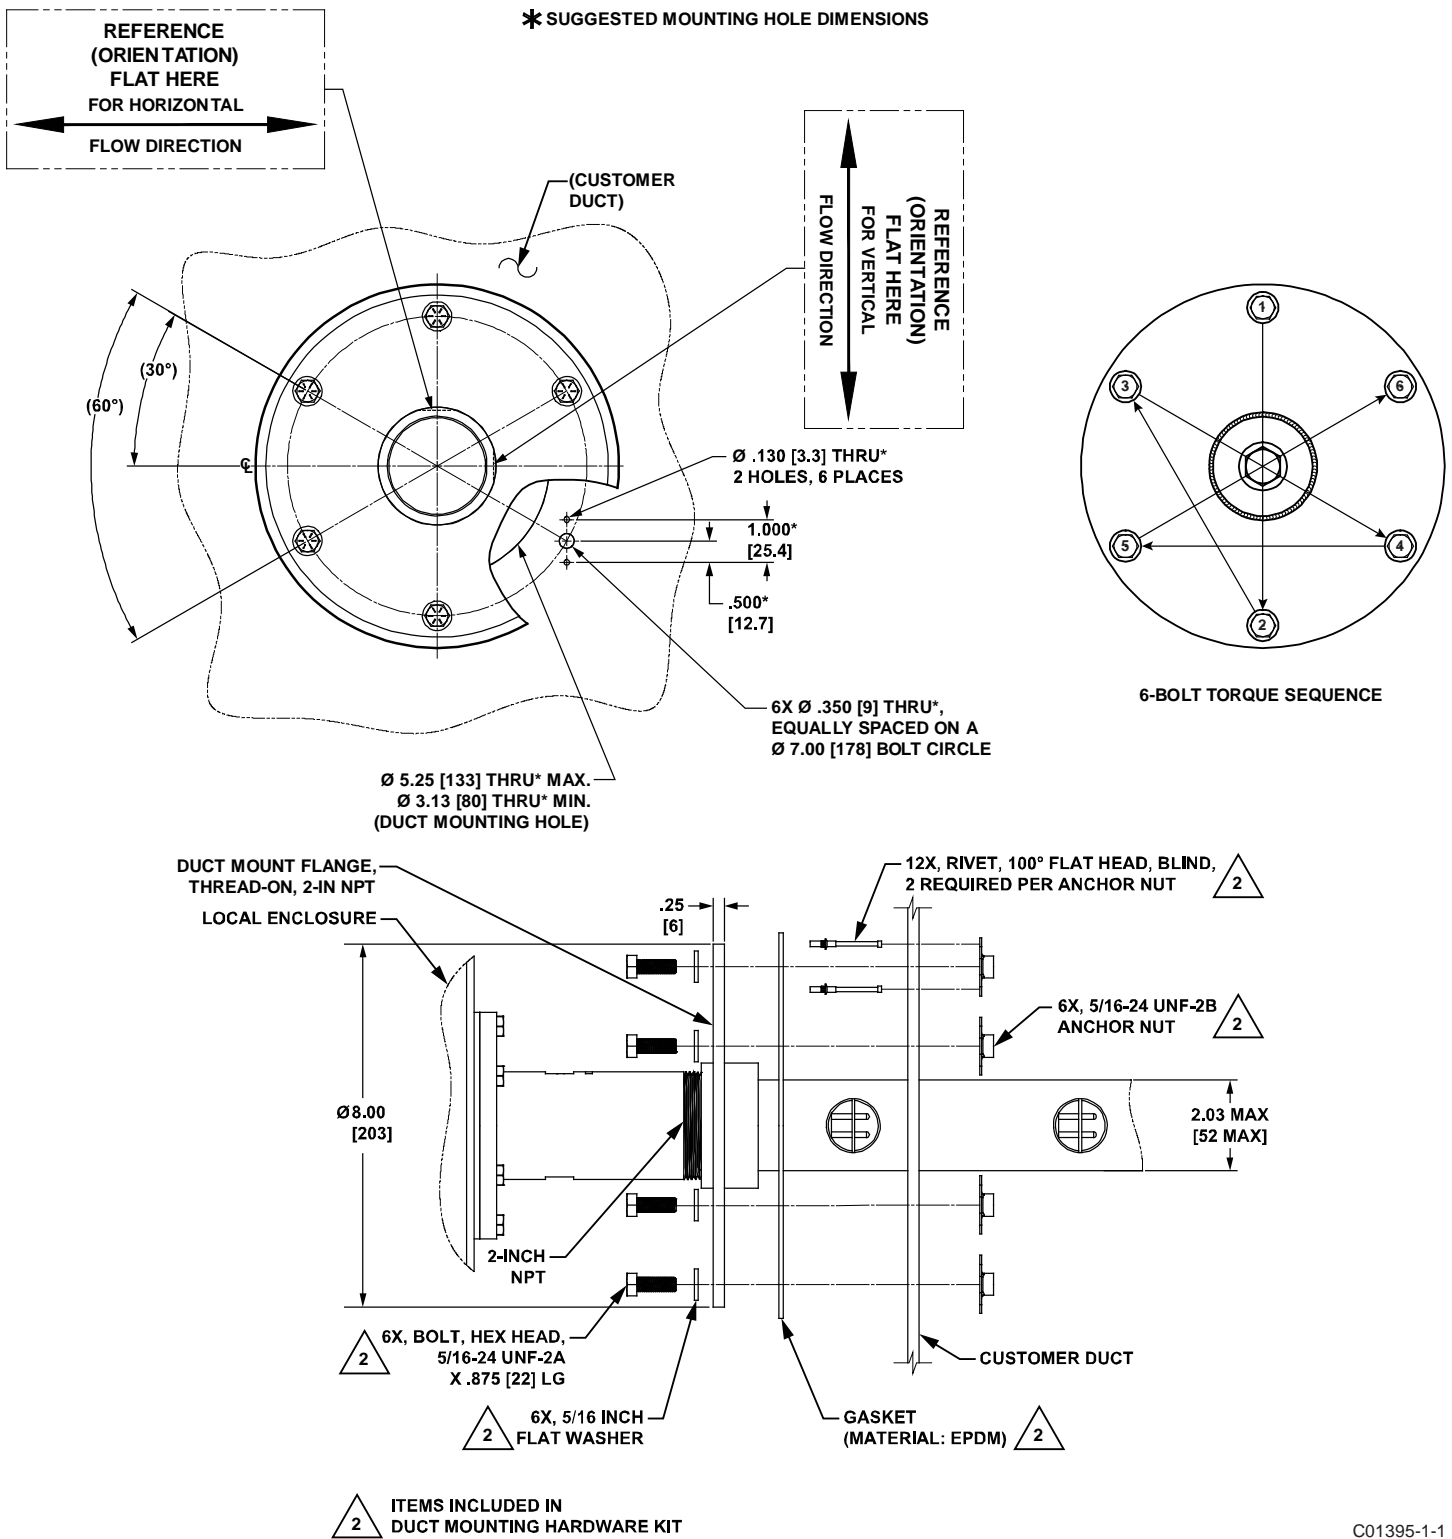

Figure 4 – Montage à bride de conduit, dimensions et matériel de montage
1. Le placement exact de l'élément de débit est généralement déterminé au moment de la commande. Utiliser le modèle de trou et les tailles de trous indiqués dans la Figure 4 à la page 11 pour le perçage des trous de la bride de montage de l'élément de débit sur le conduit. Sur le côté opposé du conduit, utiliser le modèle de trous et les tailles de trous indiqués à la Figure 5 à la page 12 pour le perçage des trous pour le support d'extrémité de l'élément de débit sur le conduit.
4. À l'aide du kit de montage à bride de conduit fourni, installer l'élément de débit sur le conduit de procédé tel qu'illustré dans la Figure 4. En utilisant la séquence de couple de boulons en étoile illustrée à la Figure 4, serrer progressivement les boulons de fixation de la bride du conduit (6 pièces. 5/16-24UNF x 0,875 lg) avec un couple de serrage final de 13,6 Nm.
5. Une fois l'extrémité de la colonne de l'élément de débit insérée dans le manchon de support d'extrémité, placer sans serrer le boulon de 2 po 1/2-13UNF x (inclus dans le kit de montage du support d'extrémité en option) dans le manchon de support d'extrémité tout en enfonçant la colonne de l'élément de débit (voir la Figure 5). (Remarque : Utiliser la méthode d'installation de substitution faisant appel à une plaque de renfort si les écrous d'ancrage fournis ne sont pas adaptés à l'application.) En utilisant la séquence de couple de boulons en étoile illustrée à la Figure 4, serrer progressivement les boulons de fixation du support d'extrémité (6 pièces. 5/16-24UNF x 1,0 lg) avec un couple de serrage final de 13,6 Nm.